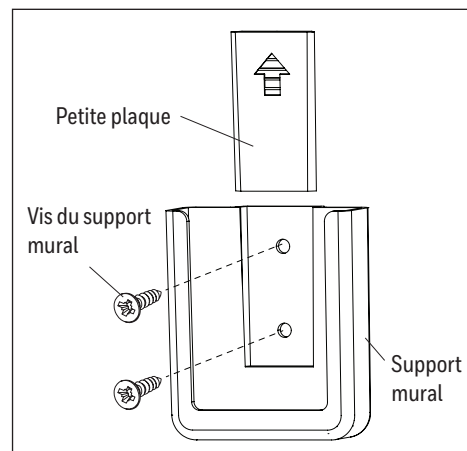

Figure 5.8
- L'ensemble de contrôle à distance comprend un support mural. Pour installer le support mural, retirez la petite plaque afin d'exposer les trous de vis. Insérez les vis du support mural dans les trous, puis dans le mur, et couvrez-les à l'aide de la petite plaque retirée précédemment. La télécommande peut être rangée dans le support mural pour en faciliter l'accès (Figure 5.8).